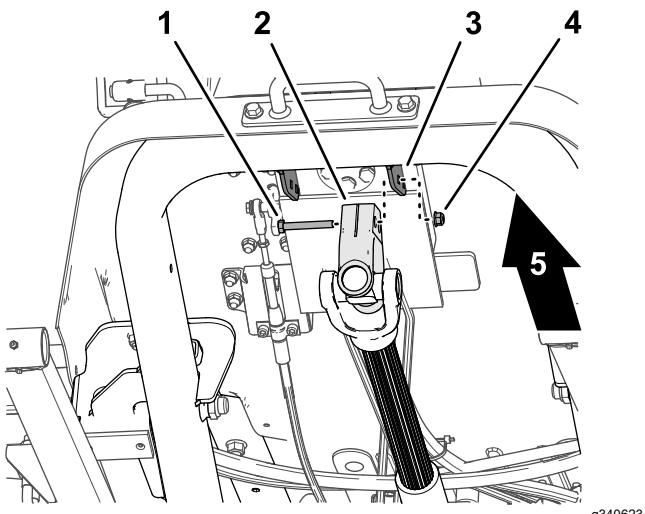

図 14
1. 駆動シャフトを支えながら、駆動シャフトのヨークをステアリングバルブマウントブラケット図 14 に固定しているキャップスクリュとロックナットを外し、駆動シャフトを慎重に外す。